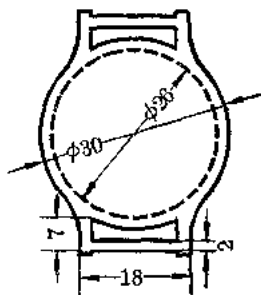

图 1
1. 做一只表面 取一块硬纸板如图 1 剪成直径 30 毫米，两边有方形环的圆块两块，其中一块把方环的中间和表面部分都挖空，另一块只把方环的中间挖空，然后在表面部分糊一层白纸，制成了星期“手表”的底板。按照手表的式样，在底板上写 1~12 数字，表示月份。